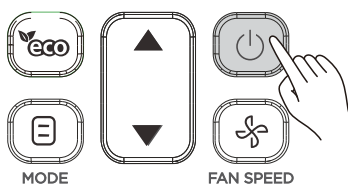

Figura 11
3. Deslize o controle remoto verticalmente para baixo até o suporte do controle remoto (consulte a Figura 11).
1. Pressione (consulte a Figura 11), o controle remoto exibirá o ícone na tela. A unidade interna começa a funcionar;